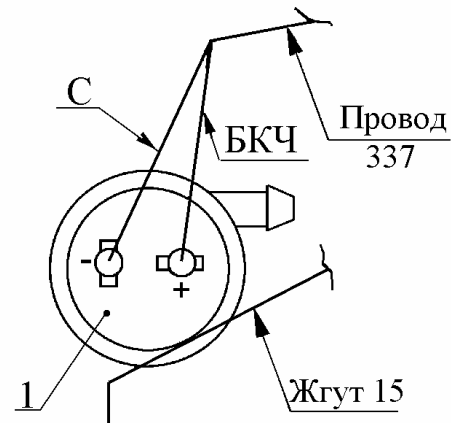

Рис. 39. Установка проводов:
2) провода к выводам электродвигателя стеклоомывателя подсоединить как показано на рис. 39.